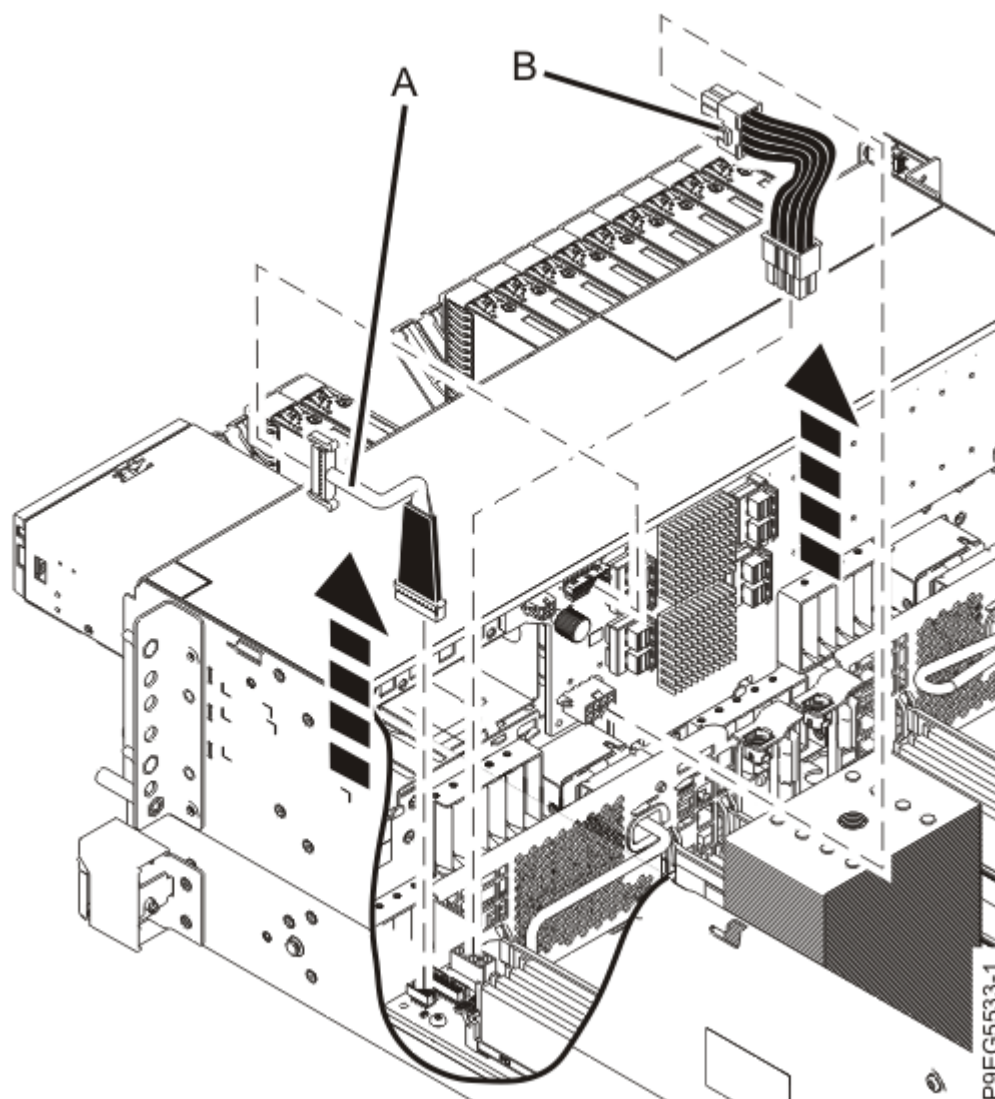

Figura 111. Desconexión de los cables de señal y de alimentación
3. Etiquete y desconecte el cable de señal **(A)** de la placa posterior de la unidad de disco tal como se muestra en la Figura 111 en la página 126.